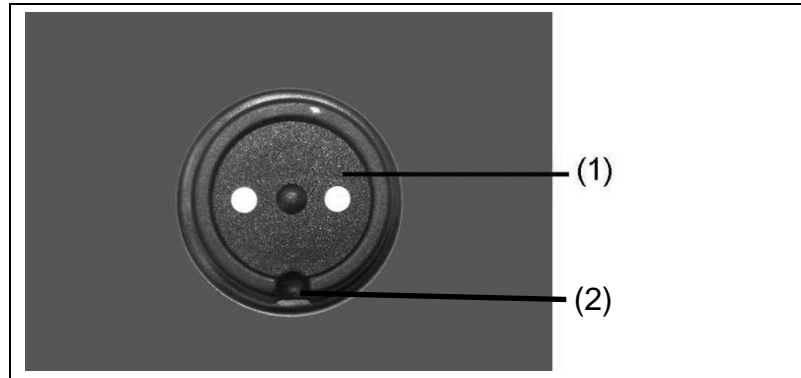

Fig. 5-10: Enchufe de corriente de carga MagCode
1. Orientar el enchufe MagCode del dispositivo de carga externo (por ejemplo, el dispositivo de carga de la batería) mediante el tope (Fig. 5-10-(2)).
2. Poner el conector en el enchufe MagCode (Fig. 5-10-(1)).